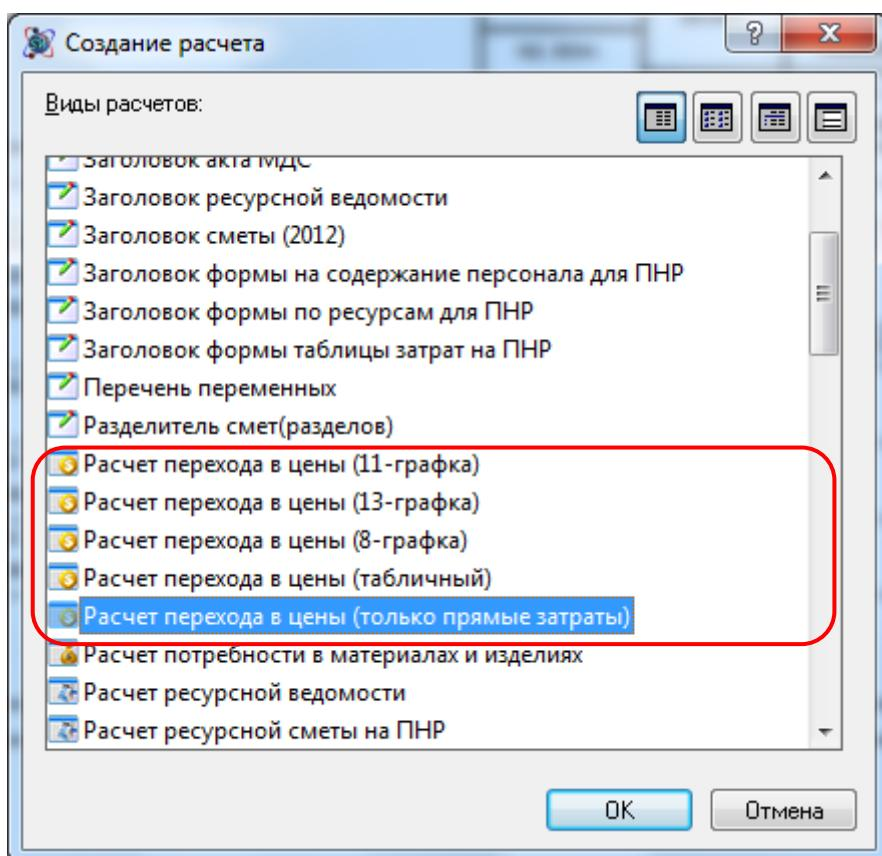

Рис. 3.14 Диалоговое окно Создание расчета
3. В диалоговом окне *Создание расчета* (рис. 3.14) выбрать нужный вид расчета перехода в цены, например, Расчет перехода в цены (только прямые затраты) и нажать на кнопку **OK**;